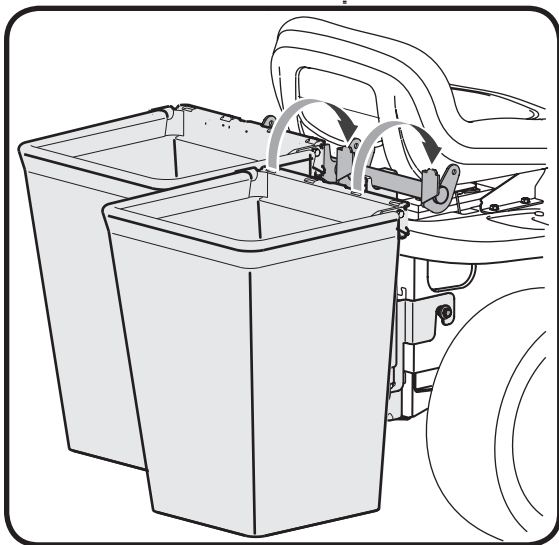

Figure 18
2. Fixez les sacs à herbe en les accrochant sur le support à l'aide des encoches des sacs et des pattes du support des sacs à herbe comme illustré à la Figure 18.